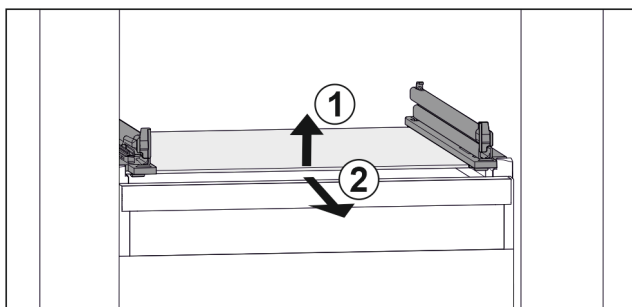

Fig. 68 Reprezentare exemplificativă a plăcii de sticlă
- ▶ Ridicați placa de sticlă din față. Fig. 68 (1)
- ▶ Extrageți placa de sticlă spre înainte. Fig. 68 (2)